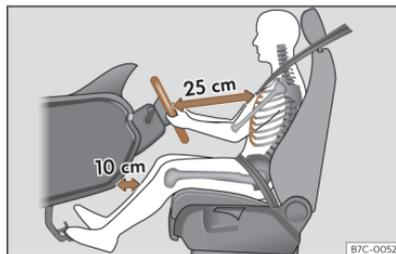

Fig. 31 La separación correcta entre el conductor y el volante debe ser de 25 cm como mínimo (10 pulgadas).
- Ajuste el volante de modo que quede a una distancia de, por lo menos, 25 cm (10 pulgadas) del esternón >>> **fig. 31** y lo pueda sujetar con ambas manos por los lados, por la parte exterior, con los brazos ligeramente flexionados.